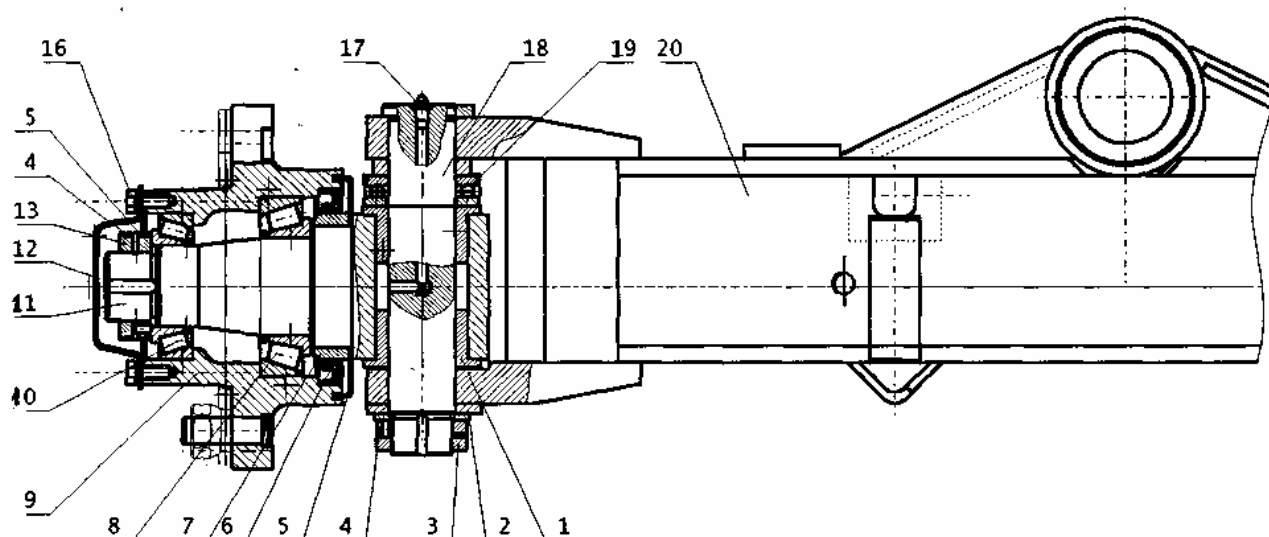

Рис. 15 Мост неприводной управляемый
2. МОСТ НЕПРИВОДНОЙ УПРАВЛЯЕМЫЙ (рис. 15)
Смазка ступицы заднего моста осуществляется набивкой после снятия крышки 12 (рис. 15). Смазку шкворня 18 производить через пресс-масленку 17.